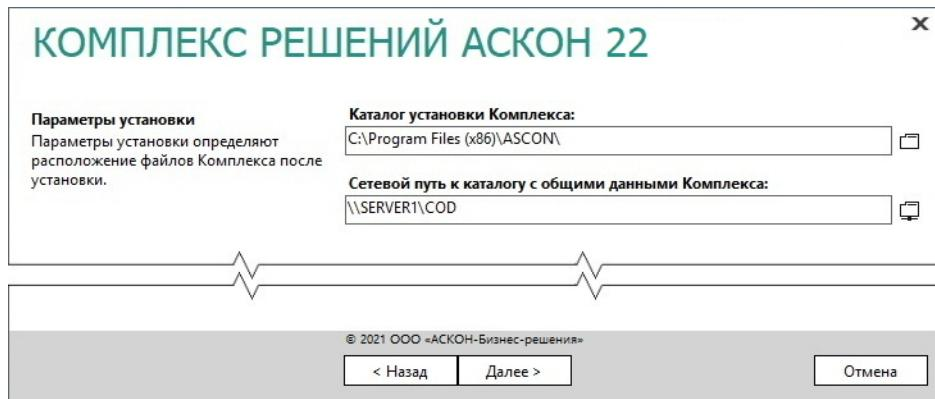

Рис. 4.64
1. Укажите полное имя каталога, в который будут установлены указанные компоненты Комплекса (рис. 4.64). При необходимости воспользуйтесь кнопкой **Выбрать**, чтобы указать каталог в стандартном окне Windows.